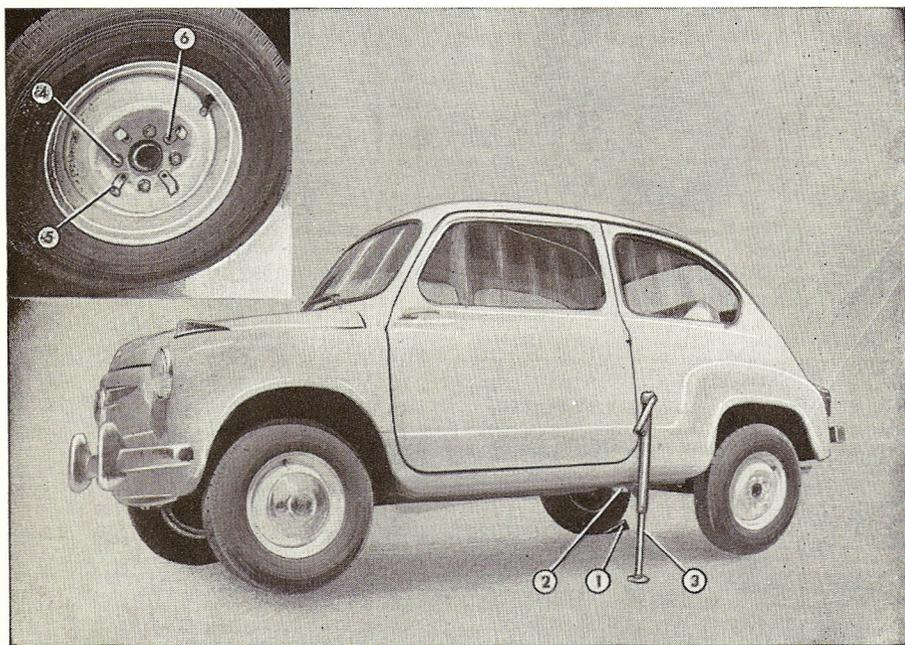

Fig. 45. — Levantamiento del coche con gato.
- a) Calzar con la cuña de dotación (fig. 45, 1) la rueda posterior, que ha de quedar apoyada al suelo, para evitar posibles desplazamientos del coche.
- b) Quitar el tapacubos, posiblemente con las manos, o bien haciendo palanca sobre la extremidad de un destornillador. Aflojar una vuelta completa los cuatro pernos de fijación de la rueda (fig. 45, 4).
- c) Ajustar el gato (fig. 45, 3) a la ménsula (fig. 45, 2) situada debajo del piso y actuar sobre la manivela del gato hasta que la rueda que se ha de cambiar quede completamente levantada del suelo.